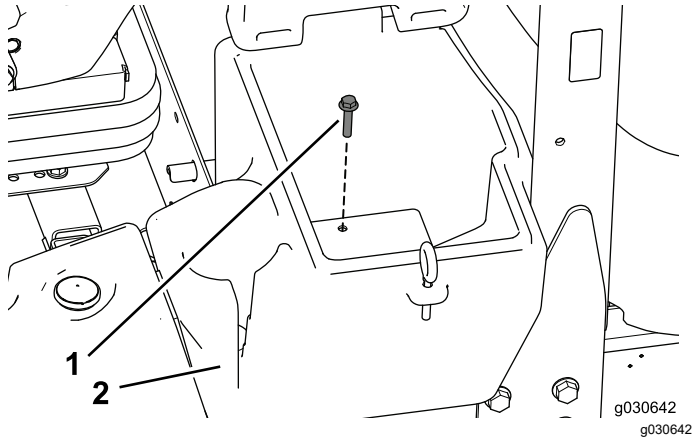

Figura 3
1. Rimuovete e conservate il bullone che fissa il vano portaoggetti situato sul lato sinistro della macchina (Figura 3).